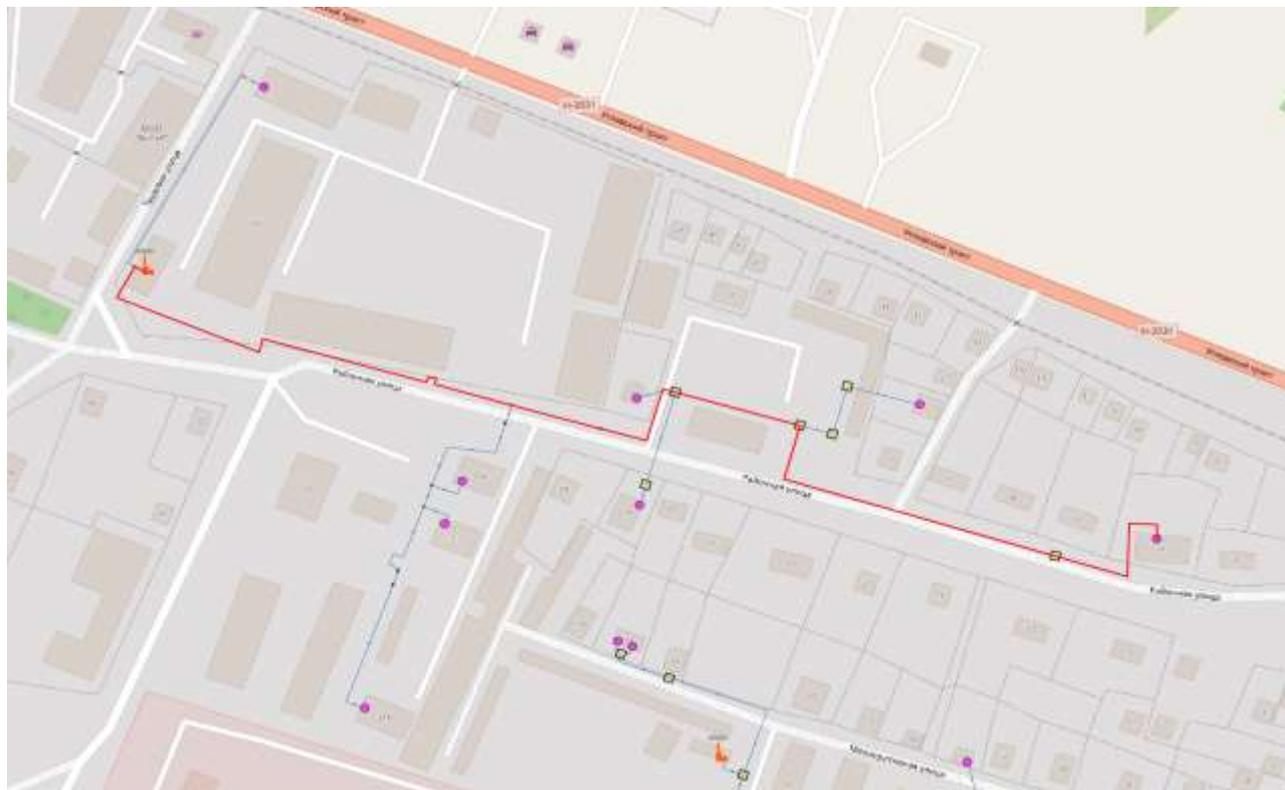
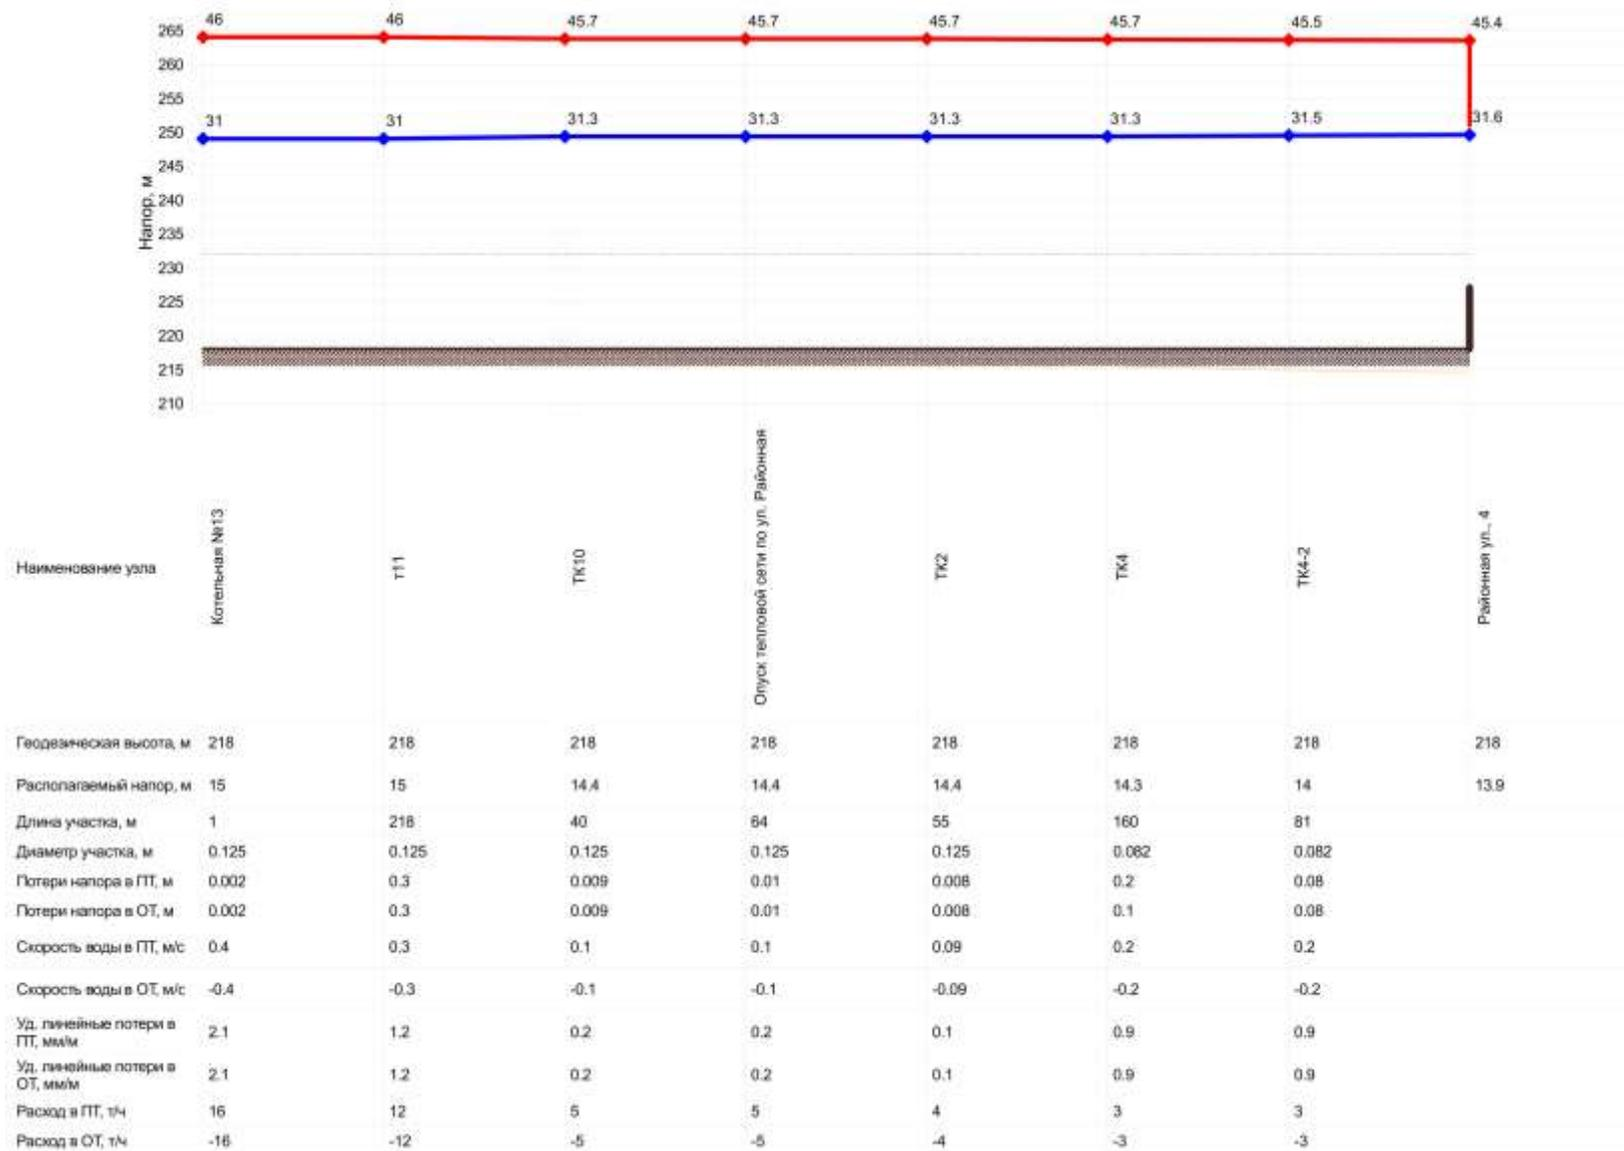

Рисунок 35 - Путь теплоносителя по направлению от котельной № 13 до здания по ул. Районная, 4
Рисунок 36 - Пьезометрический график от котельной № 13 до здания по ул. Районная, 4
- расчетный путь от котельной № 13 до здания по ул. Районная, 4 (рисунок 35), основные характеристики теплопровода и режимные параметры теплоносителя (таблица 18), результаты гидравлического расчета, пьезометрический график (рисунок 36).